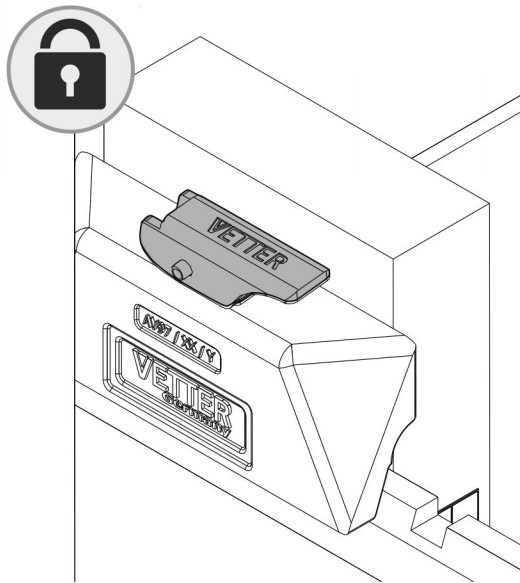

Abb. 15: Arretierung geschlossen
5. ➤ **ManuTel[®] SlimLine** durch Schließen des Arretierungshebels innerhalb der Arretierungsnut verriegeln (Abb. 15).